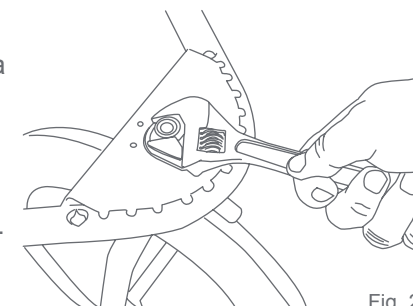

Fig. 23
- 23) • Quite el apoyapiés para alcanzar la tuerca. Puede usar una llave inglesa estándar para ajustar la tuerca (Fig. 23). **NO APRIETE DEMASIADO** ya que podría dañar la cubierta de la rueda.